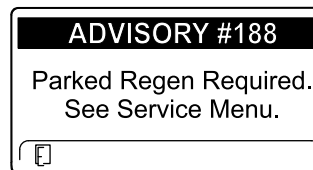

Figura 46
- É necessária regeneração em estacionamento AVISO N.º 188 (Figura 46)